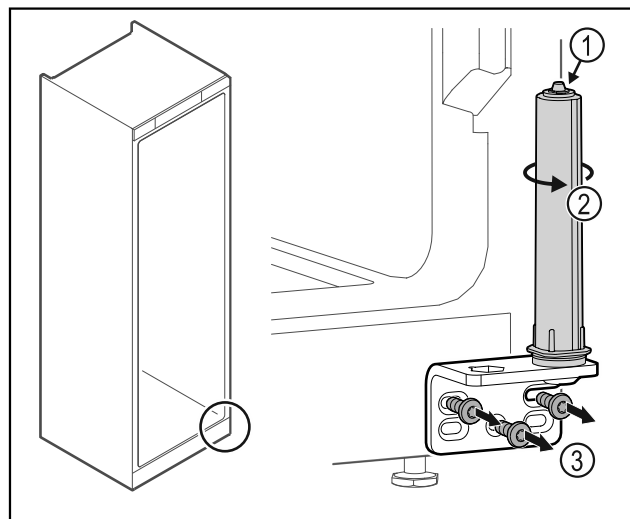

Fig. 30
- ▶ Ne razstavite sistema za zaklepanje vrat Fig. 30 (1).
- ▶ Obrčajte zaporni sistem Fig. 30 (2), dokler ne klikne.
- ▶ Odvijte kotnik tečaja vrat Fig. 30 (3).